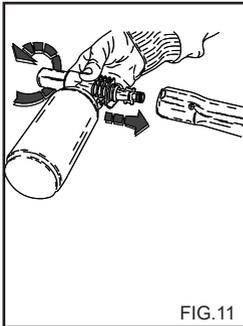

FIG.11
2) Снимите насадку с пистолета и присоедините насадку для распыления моющего средства (рис. 11), включите аппарат и распылите раствор на загрязненную поверхность снизу вверх. Для моделей с функцией всасывания моющего средства, откройте кран бака с моющим средством (рис. 7B) переведите насадку вперед. Оставьте раствор на несколько минут.